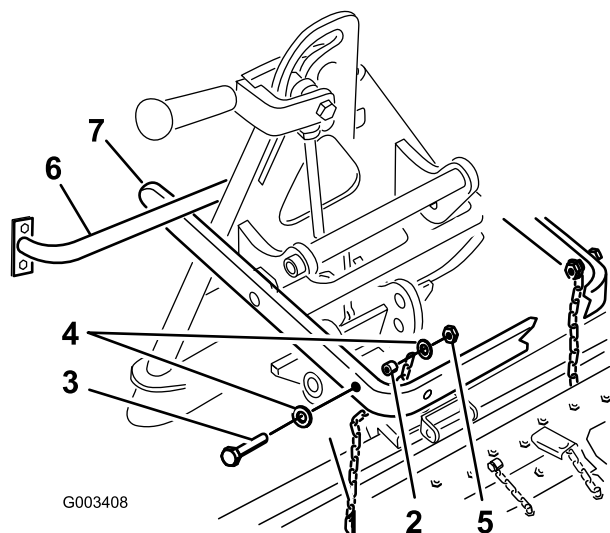

Figure 6
Important: Le long bras de l'ensemble bras de levage doit se trouver sous l'ensemble châssis arrière du groupe de déplacement (Figure 6).
Soulevez toujours l'accessoire par la poignée située au dos de l'adaptateur (Figure 6).
5. Fixez le maillon supérieur de chaque chaîne à l'intérieur du bras de levage avec un boulon (3/8 x 2-1/2"), 2 rondelles (3/8 x 7/8"), une entretoise et un contre-écrou (3/8 pouce) (Figure 6).